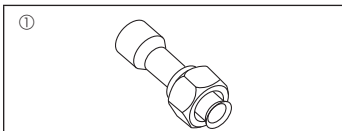

Fig. 1-1
1.6. Tillbehör till utomhusenheten (Fig. 1-1) (RP200/250)